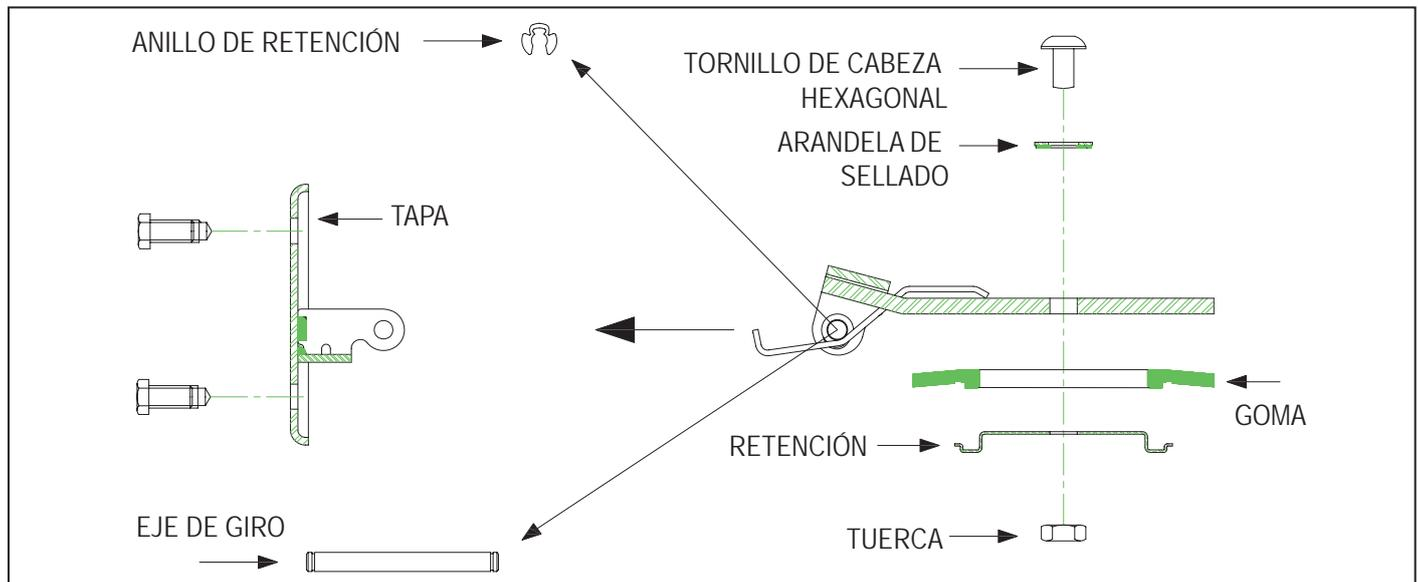

Figura 53
4. Desmontaje de la clapeta, el muelle (válvula de alarma modelo J-1) y/o el eje de giro (Figura 53).